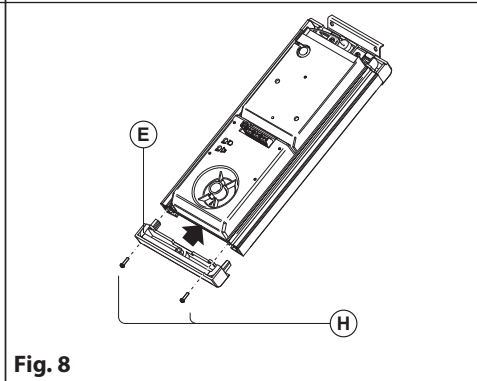

Fig. 8
8. Bloccare i moduli fissando il tappo **(E)** (**Fig. 8**) tramite le due viti **(H)** (**Fig. 8**);
8. Bloquer les modules en fixant le bouchon **(E)** (Fig. 8) au moyen des deux vis **(H)** (Fig. 8) ;